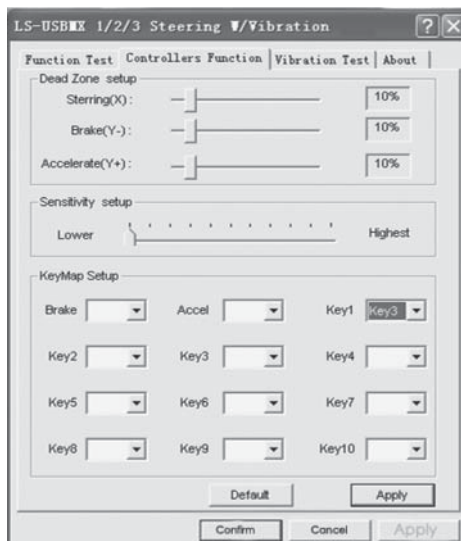

Рис. 8
- Выберите закладку «Controlllers Function» для настройки осей и клавиш (рис. 8).
а) настройка Dead Zone setup («мертвой зоны»): манипулятор не будет реагировать на незначительное нажатие на педали газа (Accelerate Y+) и торможения (Brake Y-) и повороты руля (Steering X), поэтому нужно установить необходимые поправки (рис. 8);
- настройка Sensitivity setup (чувствительности): чем выше установлена чувствительность, тем быстрее и оперативнее будет реакция манипулятора на нажатие педалей и повороты руля, поэтому нужно установить необходимые установки – в пределах от Lower (низкого) до Highest (см. рис. 8);
- в разделе KeyMap Setup можно перепрограммировать значение клавиш: для этого напротив обозначения клавиши необходимо выбрать нужное значение (см. рис. 8);